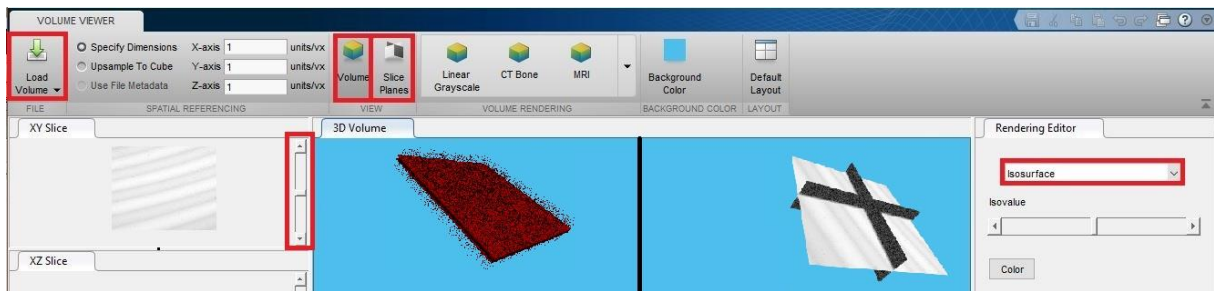

Abbildung 24: Oberfläche des VolumeViewer
- Im **Volume-Menu**  bietet sich, zur geeigneten Darstellung der Probe, die Einstellung „Isosurface“ an (s. rechts in Abb. 24). Dort kann durch Änderung des „Isovalue“ das Hintergrundrauschen bis zu einem beliebigen Graustufenwert unterdrückt werden.